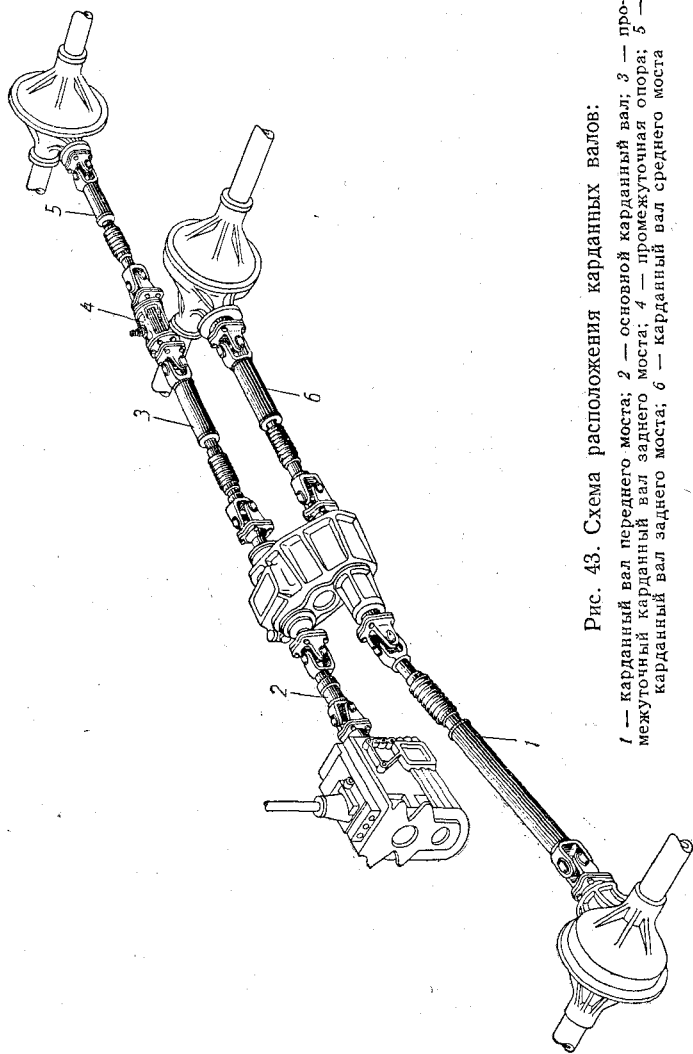
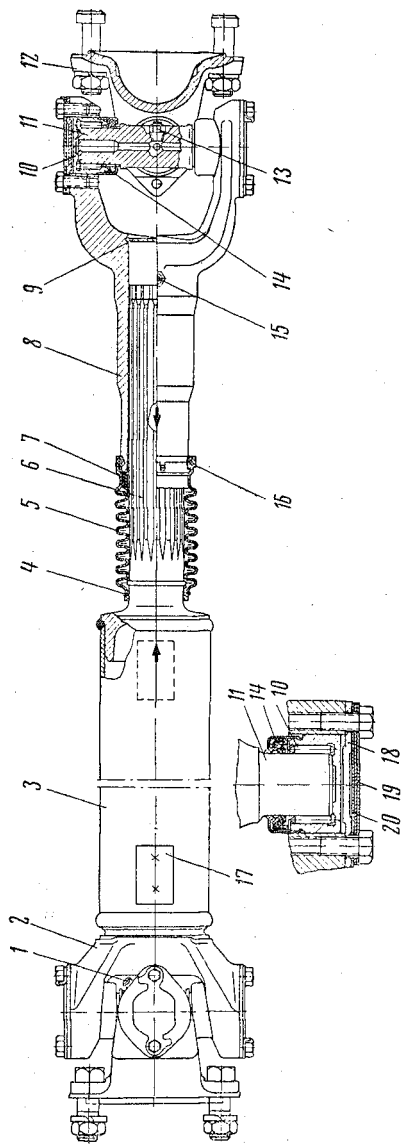

Рис. 43. Схема расположения карданных валов:
Рис. 44. Карданный вал:
Карданная передача автомобиля (рис. 43) состоит из пяти карданных валов и промежуточной опоры, соединяющих коробку передач с раздаточной коробкой и с ведущими мостами. Все карданные валы, кроме основного, расположенного между коробкой передач и раздаточной коробкой, конструктивно одинаковы (рис. 44) и отличаются один от другого только длиной труб и размерами вилок и фланцев.
4. При разборке шарнира карданного вала заднего моста и основного карданного вала следует пометить балансировочные пластины 20 (см. рис. 44), чтобы при сборке поставить их на прежнее место.
10. При замене отдельных деталей карданный вал нужно динамически сбалансировать (допустимый дисбаланс  $70\text{ Гсм}$ ) приваркой пластин 17 (см. рис. 44) или установкой съемных пластин 20 под головки болтов крепления опорных пластин подшипников крестовины.